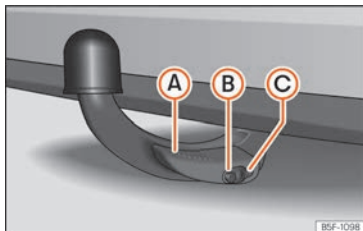

Fig. 258 Sfera smontabile fissata correttamente
- La leva **A** » » » **fig. 258** è totalmente sollevata.
- Il perno di sblocco **B** » » » **fig. 258** fuoriesce completamente (la parte rossa e verde è visibile).
- Il coperchio **C** » » » **fig. 258** è collocato sulla serratura.